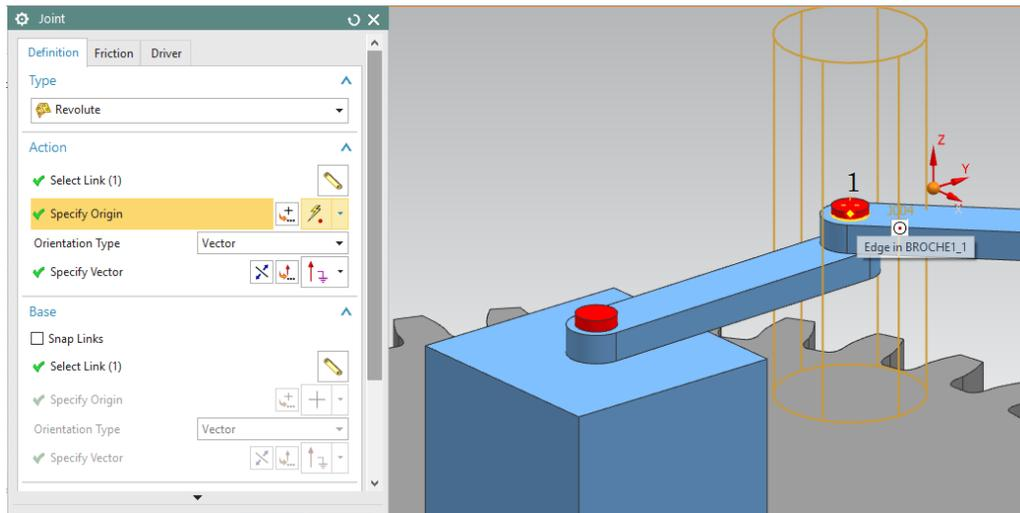

Figura 1.2.14 Articulación 3.
Joint 3: Seleccionar Link L001 en **Action>Select Link**, seleccionar (1) en **Specify Origin** y en **Base>Select Link** seleccionar L003 (Figura 1.2.14).